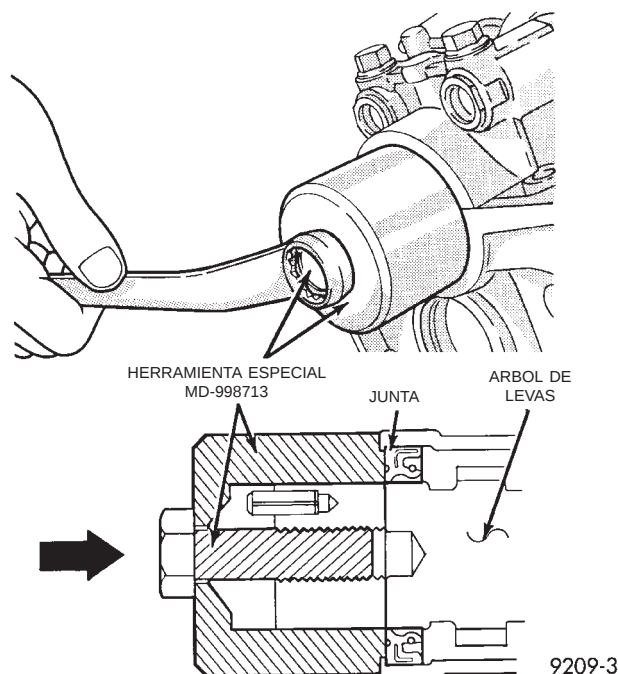
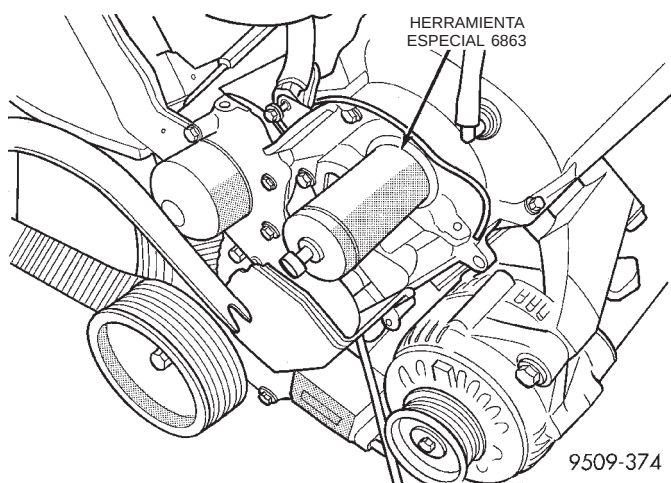

Fig. 69 Instalación de la junta de aceite del árbol de levas—culata de cilindros derecha
Fig. 70 Instalación de la junta de aceite del árbol de levas—culata de cilindros izquierda
(1) Aplique una capa ligera de aceite de motor en el reborde de la junta de aceite del árbol de levas.
(2) Instale la junta de aceite con la herramienta especial MD998713 ó 6863, instaladores de junta de aceite del árbol de levas (Fig. 69) y (Fig. 70).